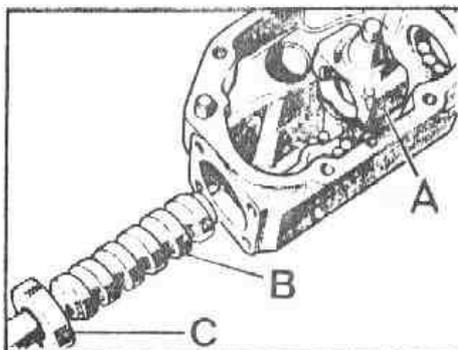

Fig. G-36 Barra de la dirección
- 1.5. Girar la barra de la dirección lo que sea necesario para que la tuerca de bolas circulares, A (Fig. G-36) quede situada en el punto medio del eje sinfín, B. Seguidamente, haciendo uso del mazo se golpeará suavemente la caja de engranajes para separarla de la barra de la dirección lo suficiente para poder retirar el rodamiento de bolas superior, C, teniendo cuidado de no perder ninguna de las bolas que puedan salirse de los cojinetes.